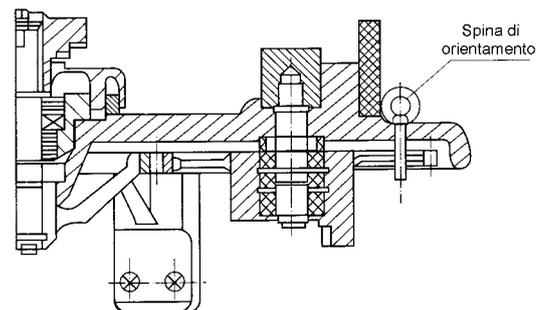

Fig. 14 Spina di orientamento dell'interruttore di commutazione
Infine, rimuovere il perno di orientamento colorato di rosso dal connettore intermedio della ruota dentata posta nel fondo del cilindro dell'interruttore di commutazione (Vedi Fig. 14)
f. Dal connettore intermedio di ingranaggio al fondo del vano olio, rimuovere la spina di orientamento colorata di rosso (vedi fig. 14).